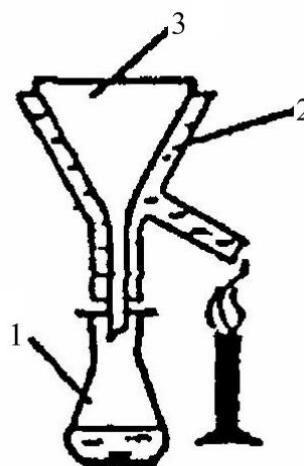

Рис. 3. Установка для гарячого фільтрування розчину:
3. *Фільтрування з обігріванням.* Для очищення від механічних домішок та активованого вугілля гарячий розчин фільтрують через паперовий фільтр, вміщений у воронку для гарячого фільтрування (рис. 3). Фільтрат збирають у конус та охолоджують.